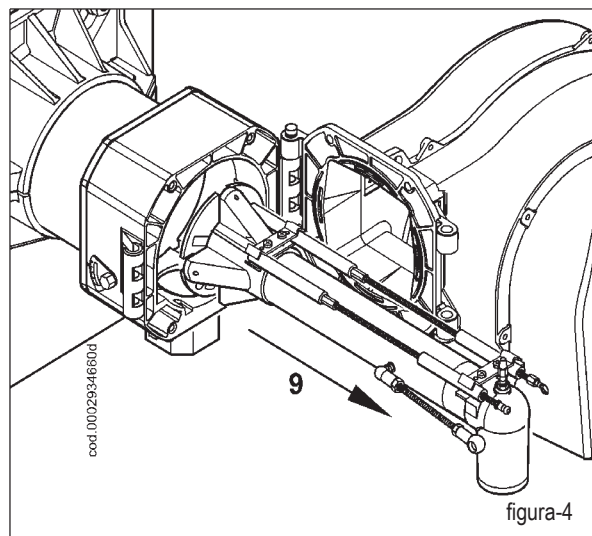

figura-4
Sollevarlo leggermente il raccordo mandata gas (8) (figura 3), e sfilare l'intero gruppo miscelazione nella direzione indicata dalla freccia (9) di figura 4. Completate le operazioni di manutenzione, procedere con il rimontaggio della testa di combustione, seguendo a ritroso il percorso sopra descritto, dopo aver verificato la corretta posizione degli elettrodi di accensione e di ionizzazione (vedi scheda).